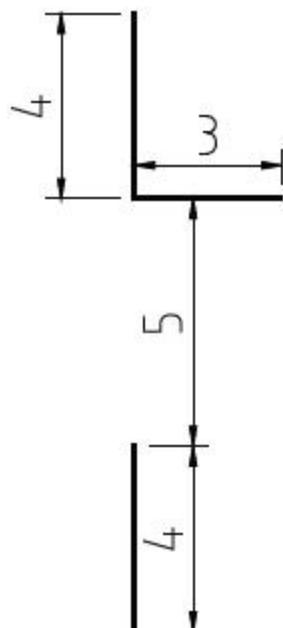

图3-73 绘制直线
**02** 调用L【直线】命令，绘制直线，其尺寸如图3-73所示。